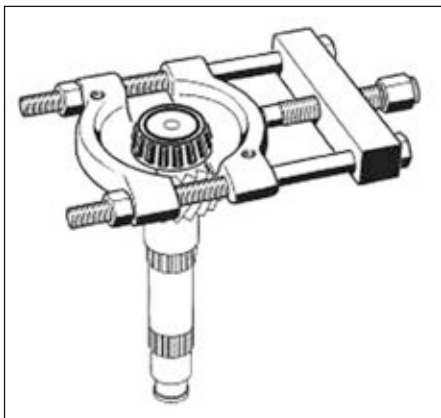

FIG.31
- Déposer le roulement à l'aide d'un décolleur (Fig.31).